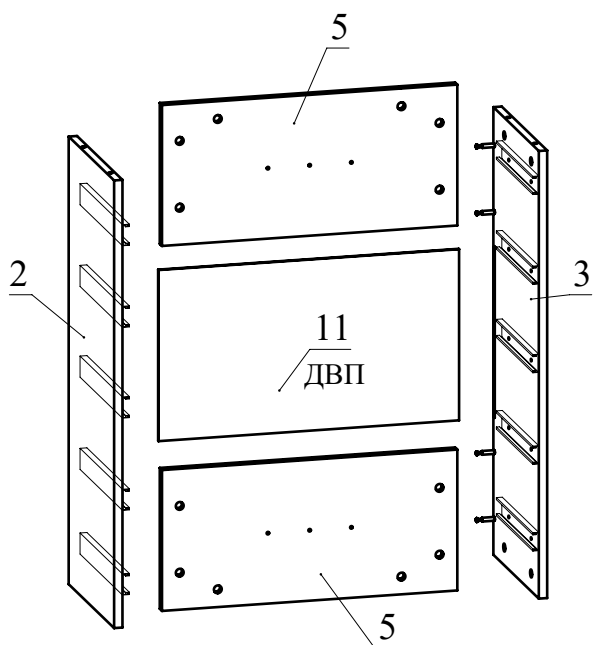

Рис.6
5. Соберите сборку согласно схемы, затягивая головки минификсов конфирматным ключом по часовой стрелке до упора (Рис. 6).